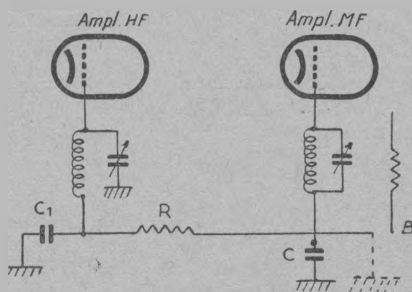

Fig. 57.
Voilà, en gros. Mais le procédé le plus expéditif consiste tout bonnement à supprimer provisoirement l'antifading, par exemple en coupant au point B (fig. 57) et en mettant à la masse les retours de grille. Ne nous étonnons pas si, l'antifading cessant son freinage, notre poste se sature sur les émetteurs puissants et hurle à la mort. C'est normal. Voyons ce qui se passe.
1. Manque de sensibilité. — Tout le poste semblant correct, les émissions lointaines ou faibles étaient mal reçues. Dès que l'antifading est supprimé, la sensibilité revient. Il faut vérifier le condensateur C, à la base du transfo moyenne fréquence (fig. 57), qui peut être coupé, déconnecté, etc.
2. Accrochages. — L'antifading peut provoquer des pannes. Par exemple, en figure 57, une lampe haute fréquence et une lampe moyenne fréquence sont contrôlées par le circuit d'antifading comprenant une cellule de découplage $C_1 R$ afin d'éviter toute réaction de l'étage haute fréquence sur la moyenne fréquence, et inversement. Si C_1 est coupé, le couplage se produit, avec toutes ses variantes, depuis la baisse de sensibilité jusqu'au teuf-teuf du motorboating, en passant par l'accrochage plus ou moins violent vers 500 mètres en P. O. et 1.000 mètres en G. O. La lampe haute fréquence hurle dès qu'on touche sa grille.